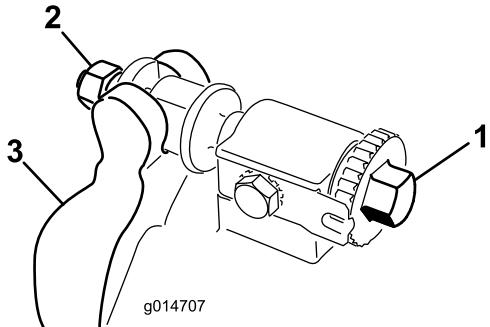

Figura 17
1. Gire el tornillo de ajuste de la barra de asiento, en el sentido contrario a las agujas del reloj, para alejar la contracuchilla del molinete (Figura 17).